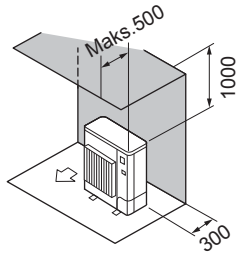

Fig. 2-3
② Yalnızca arkadaki ve üstteki engeller (Fig. 2-3)